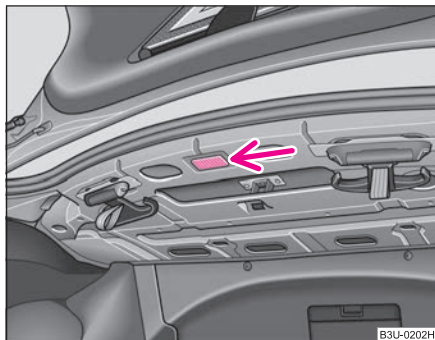

Fig. 205 Portbagajul: Iluminarea
- Introduceți o șurubelniță mică în fanta de lângă lampă ⇒ fig. 205 și apăsați șurubelnița, scoțând astfel lampă.